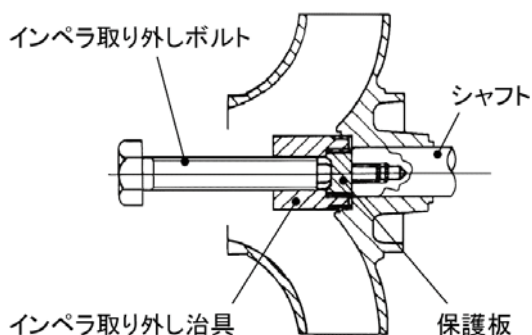

図 5.1-1 インペラ取り外し治具
(7) 6 カクアナボルト(9140)(右ネジ)を取り外し、インペラキャップ(2600)をシートパッキン(4000.4、4000.5)とともに抜き出して下さい。
(8) 次に、図 5.1-1 に示すインペラ取り外し治具を用いてインペラ(2300)を取り外し、リング部などが摩耗していないか確認して下さい。